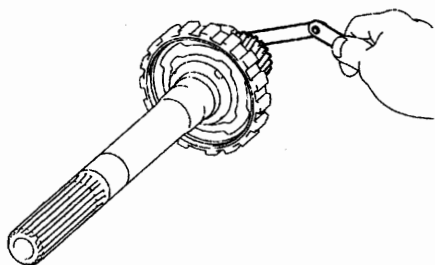

图 12-1-62
(66) 检查后行星齿轮总成。
①如图 12-1-62 所示, 用塞尺测量后行星齿轮止推间隙, 标准间隙为 0.2~0.6mm, 最大间隙为 0.65mm。间隙大于最大值, 则应更换行星齿轮总成。